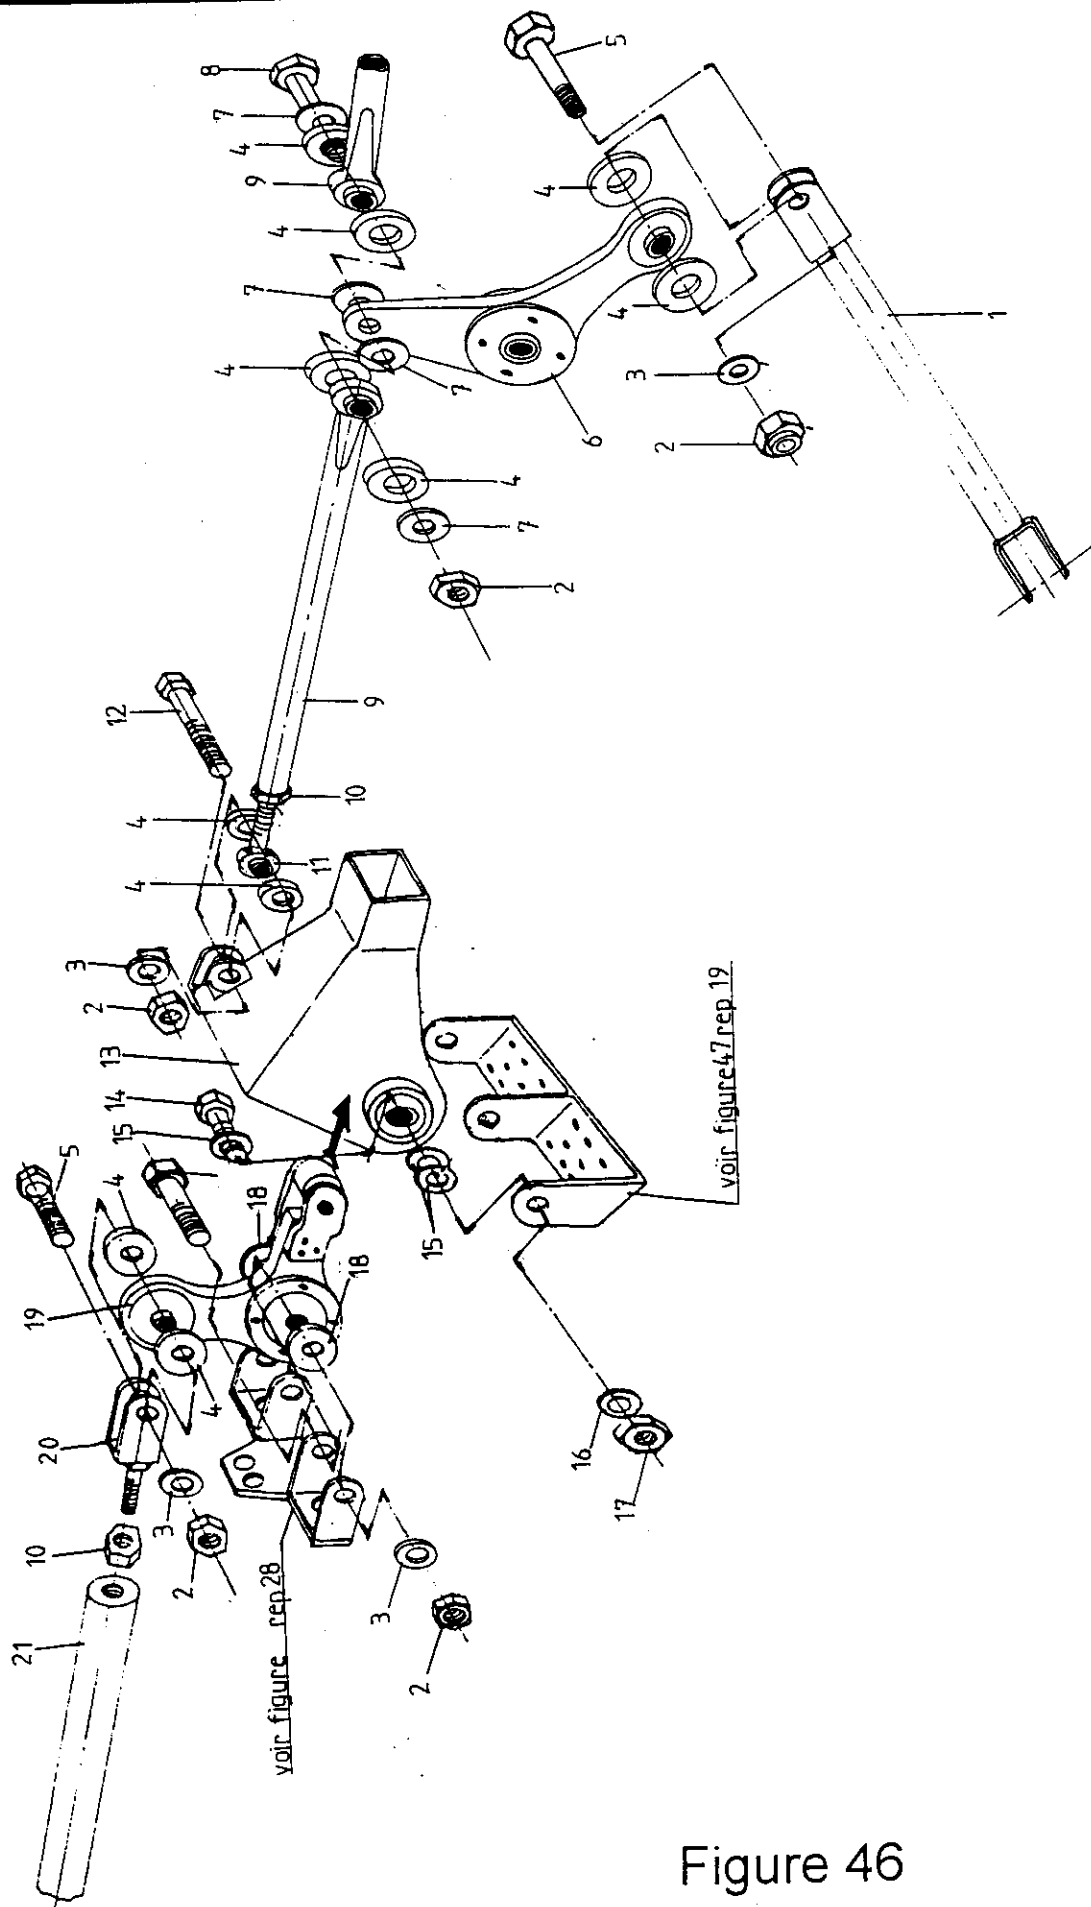

Figure 46
- Figure 46 : Branchement automatique des ailerons